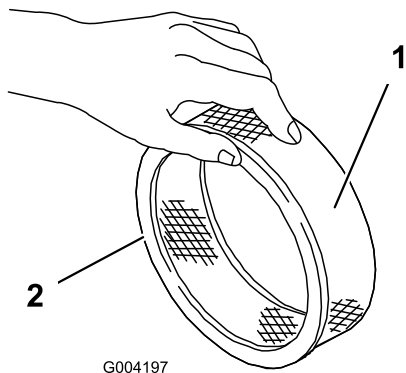

Figura 45
5. Verifique se o filtro de papel tem rasgões, película de óleo ou o vedante de borracha danificado (Figura 45).
1. Faça deslizar cuidadosamente o filtro prévio de esponja para o filtro de papel (Figura 45).